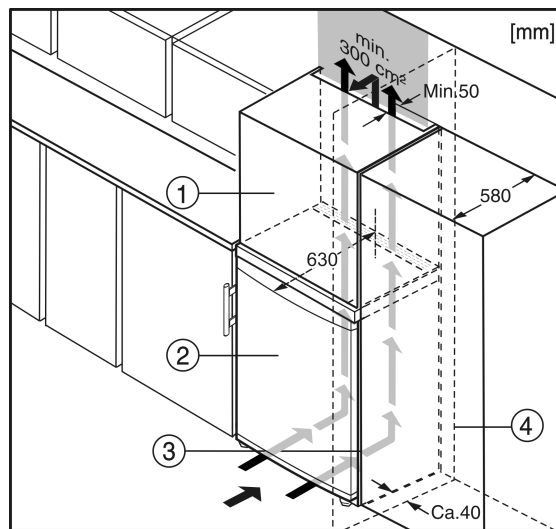

Fig. 5
- (1) Opbouwkast
- (2) Apparaat
- (3) Keukenkast
- (4) Wand
Het apparaat Fig. 5 (2) kan worden ingebouwd in de keuken. Om het apparaat aan de hoogte van het keukenblok aan te passen, kunt u er een passende opbouwkast Fig. 5 (1) op plaatsen.
Bij ombouw met keukenkasten (max. diepte 580 mm) kan het apparaat direct naast de keukenkast Fig. 5 (3) worden opgesteld. De apparaatdeur steekt opzij 34 mm en in het midden van het apparaat 50 mm uit ten opzichte van het keukenkastfront. Hierdoor is de deur zonder problemen te openen en sluiten.
Plaats u het apparaat met de scharnierkant naast een muur *Fig. 5 (4)*, dan moet de afstand tussen apparaat en muur minstens 40 mm bedragen. Dit in verband met het uitsteken van de deurgreep bij een geopende deur.